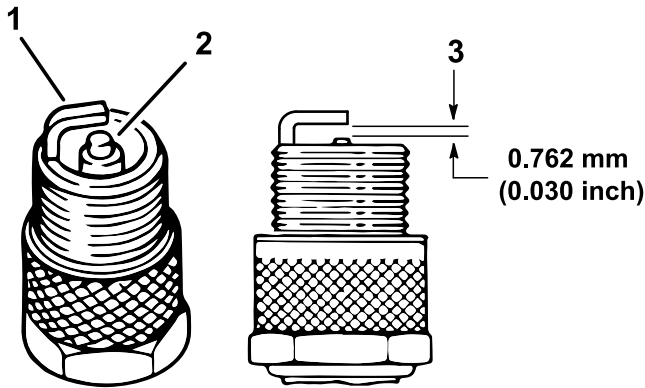

Figura 43
4. Compruebe el estado del electrodo lateral, el electrodo central y el aislamiento del electrodo central para verificar que no están dañados (Figura 43).
5. Ajuste la distancia entre los electrodos central y lateral a 0,76 mm, tal y como se muestra en la Figura 43.